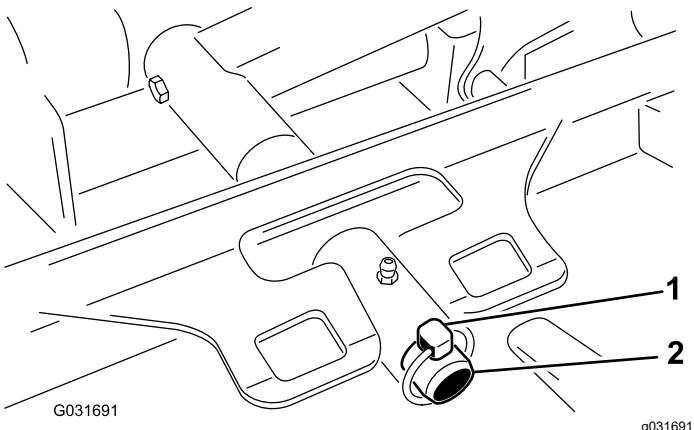

Figura 72
- Retire el pasador de seguridad que sujeta el bastidor de tiro de la carcasa a la barra de giro del brazo de elevación (Figura 72).
- Desplace el bastidor de tiro de la carcasa sobre la barra de giro del brazo de elevación y fíjelo con el pasador de seguridad (Figura 72).